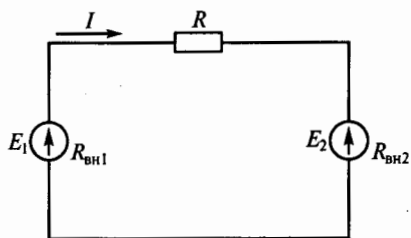

Рис. 11
**1.23.Р.** В каком режиме работают источники электроэнергии на рис. 11, если ЭДС  $E_1 > E_2$ ?